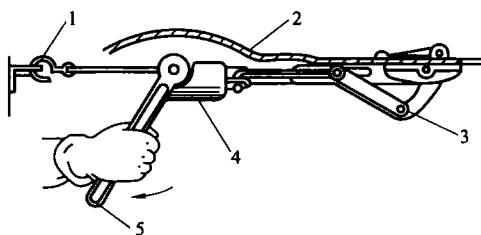

图 1-3 紧线器的构造和使用
⑤ 紧线器。如图 1-3 所示，用来收紧户内瓷瓶线路和户外架空线路的导线，由夹线钳